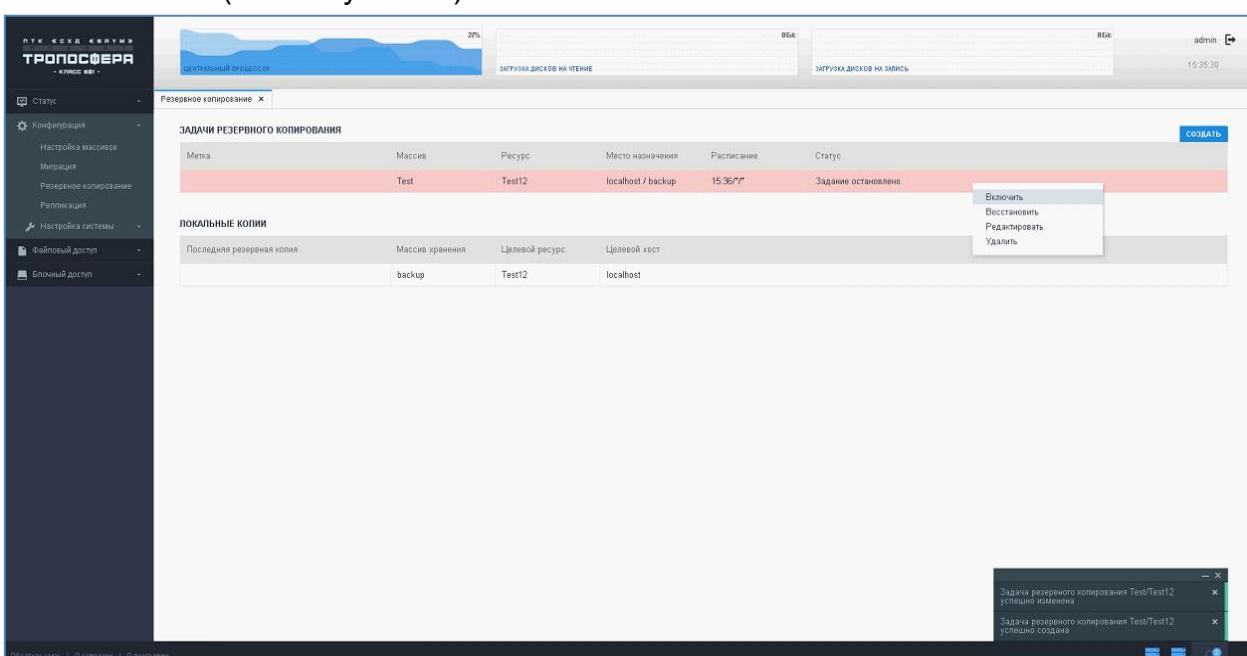

Рисунок 51 - Меню работы со снимками
- 2) В области «Задачи резервного копирования», по щелчку правой кнопкой мыши на необходимой резервной копии, в выпадающем меню выбрать пункт «Выключить» (см. Рисунок 51).